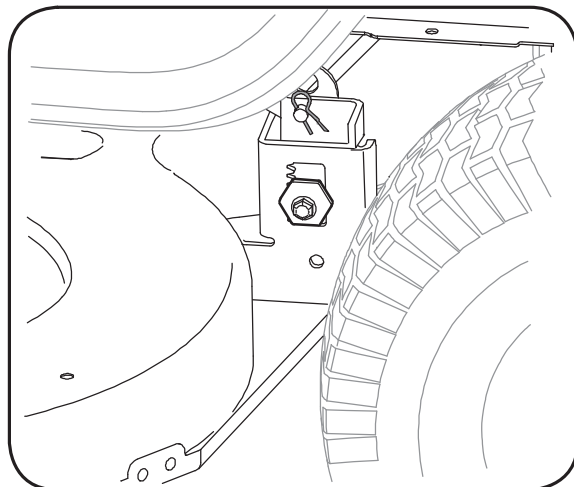

Figure 6-4
4. Placez-vous sur la gauche du tracteur et localisez la goupille de support du plateau de coupe sur le côté arrière gauche du plateau de coupe. Voir la Figure 6-4.